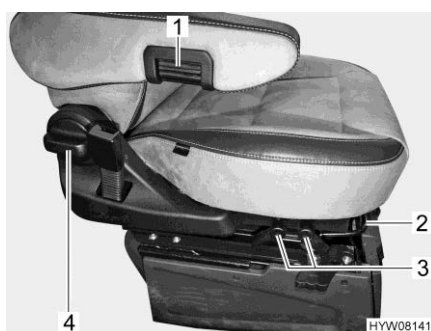

Fig. 18 Regolazione del sedile
- Tirare la staffa (Fig. 18,2) verso l'alto.
- Tirare la relativa leva (Fig. 18,3) verso l'alto.
- Ruotare la maniglia (Fig. 18,4).
- Per una regolazione precisa, ruotare la rotella zigrinata (Fig. 18,1). A seconda della direzione di rotazione il bracciolo si muove verso l'alto o verso il basso.